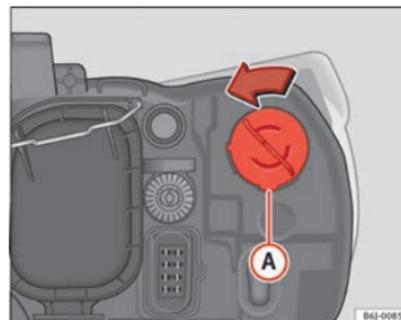

Abb. 167 Blinklicht ▶
- Drehen Sie den Lampenträger ⇒ Abb. 167 **A** nach links und ziehen Sie.